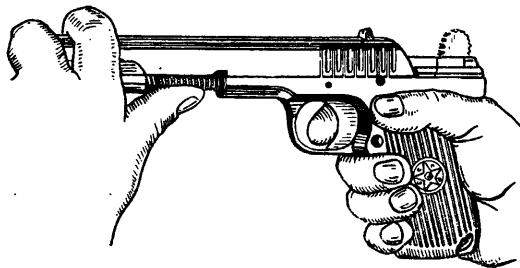

Рис. 76. Как снять затвор со стволом
3) **снять затвор со стволом:** удерживая пистолет за рукоятку в правой руке, левой рукой снять затвор, сдвигая его по пазам рамки вперед и придерживая большим пальцем левой руки возвратную пружину (рис. 76);